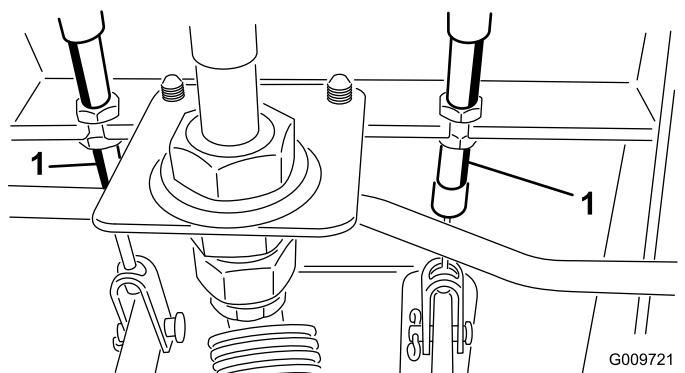

Figure 115
- A. Desserrez l'écrou avant sur l'extrémité fileté du câble de frein (Figure 115).